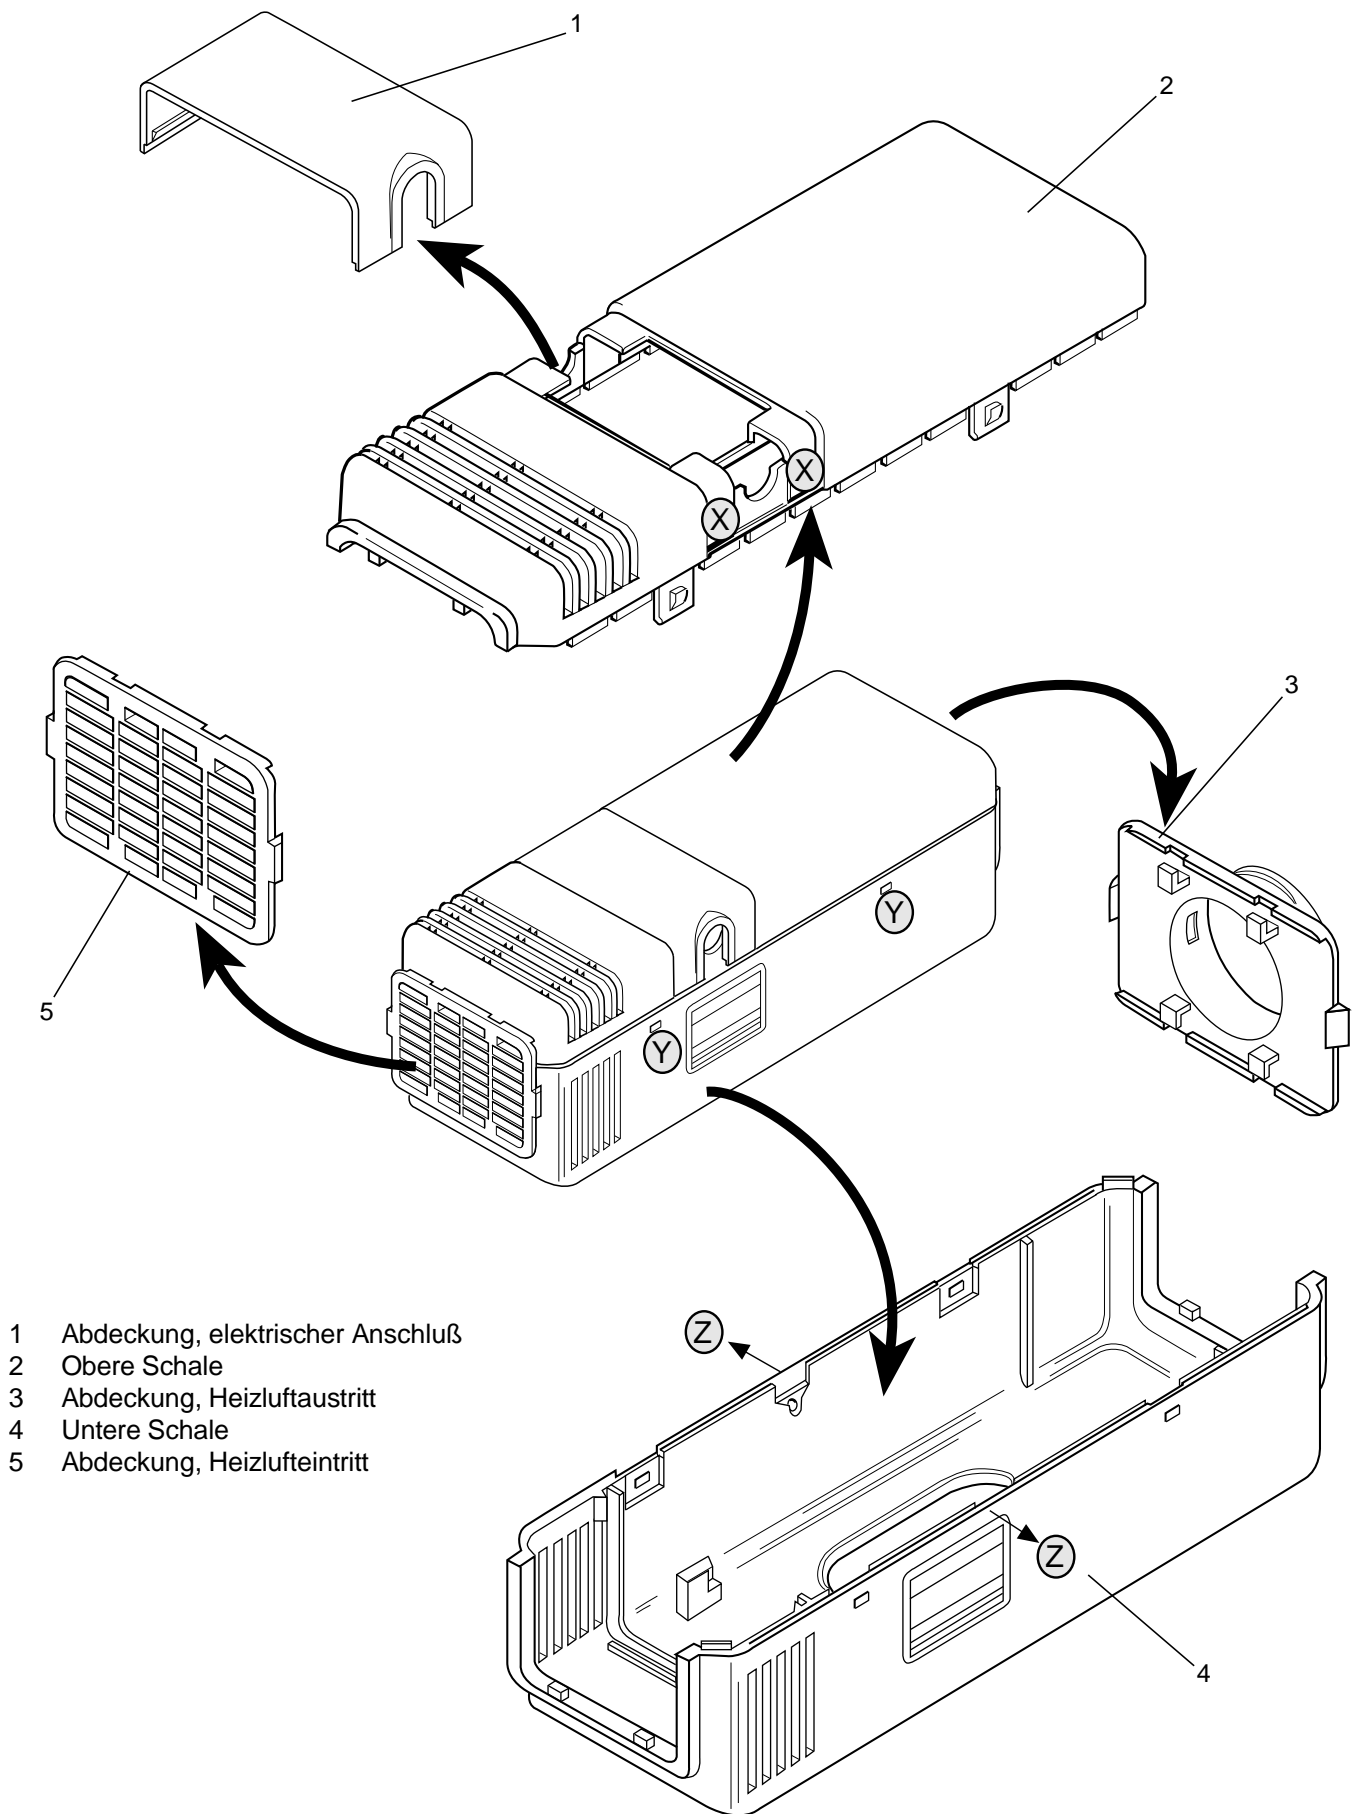

Abb. 901 Entfernen der Gehäuseteile/Abdeckungen
Beide Abdeckungen (3 und 5, Abb. 901) können durch leichtes seitliches Anheben und Verschieben nach links oder rechts aus der Arretierung gelöst und entfernt werden.
Durch beidseitigen Druck auf die Verrastungen der oberen Schale (2, Abb. 901), in den Bereichen (Y), wird die Arretierung gelöst und die Schale kann abgehoben werden.
Durch beidseitiges, leichtes Ziehen an der unteren Schale (4, Abb. 901), in den Bereichen (Z), wird die Arretierung gelöst und die Schale kann vom Motorgehäuse getrennt werden.